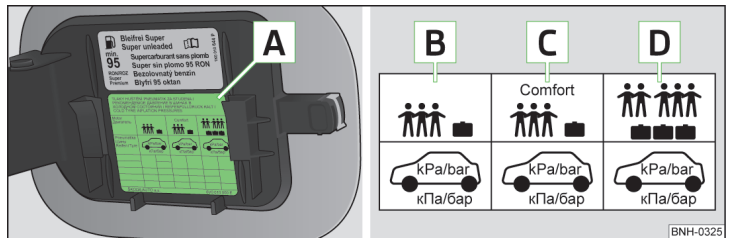

Abb. 131 Geöffnete Tankklappe mit einer Tabelle der Reifengrößen und -fülldruckwerte / Reifen aufpumpen
**Aufkleber mit vorgeschriebenen Reifenfülldruckwerten** » Abb. 131
Der Aufkleber mit vorgeschriebenen Reifenfülldruckwerten befindet sich auf der Innenseite der Tankklappe **A** » Abb. 131.
Bei einigen Fahrzeugen kann der Reifenfülldruck dem Komfortfülldruckwert angepasst » Abb. 131 **C** und somit ein höherer Fahrkomfort erzielt werden.
195	Reifenbreite in mm » Abb. 131 auf Seite 150
65	Höhen-/Breitenverhältnis in % » Abb. 131 auf Seite 150
R	Kennbuchstabe für Reifenbauart - Radial » Abb. 131 auf Seite 150
15	Felgendurchmesser in Zoll » Abb. 131 auf Seite 150